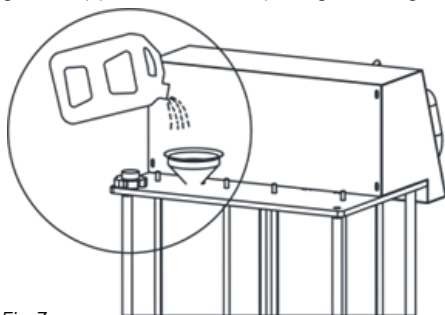

Fig. 3.
2. Per le specifiche e la quantità dell'antigelo, consultare il manuale del veicolo. Aprire il tappo del nuovo serbatoio sul retro dell'unità, aggiungere l'antigelo nella quantità appropriata (max. 12 l) attraverso un imbuto e stringere il tappo del serbatoio per sigillarlo (Fig. 3).